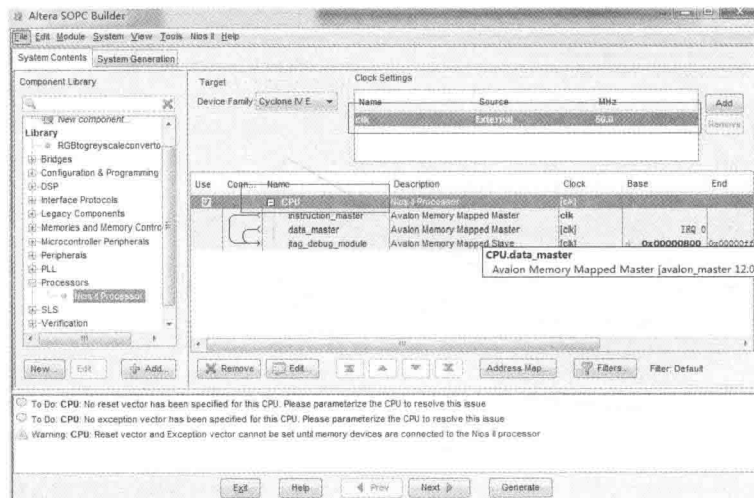

图 1-8 加入名为 CPU 的 niosii 系统
(9) 右键单击加入的 Nios II CPU，选择 Rename，将其命名为 CPU。将时钟修改为 clk，如图 1-8 所示。